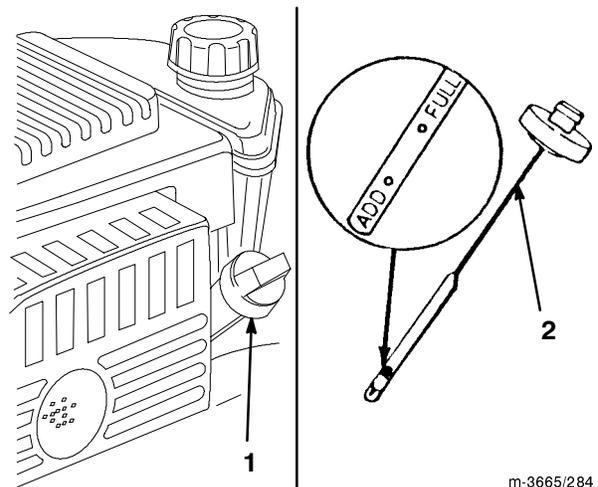

Bild 6
Stellen Sie vor jedem Einsatz sicher, dass der Ölstand zwischen den Marken *Add* [Nachfüllen] und *Full* [Voll] am Peilstab steht (Bild 6).
2. Reinigen Sie den Bereich um den Peilstab (Bild 6).
6. Lesen Sie den Ölstand am Peilstab ab (Bild 6).